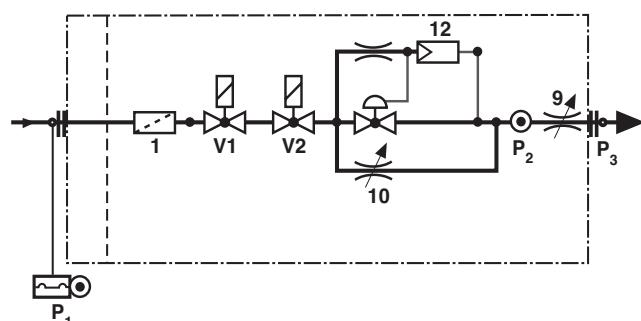

Fig. 9
- A. diuza de masurare P2 (Fig. 9) inainte de valva D
C. valva de pornire (poz. 10 in Fig. 9)
D. valva de debit maxim (poz. 9 in Fig. 9)